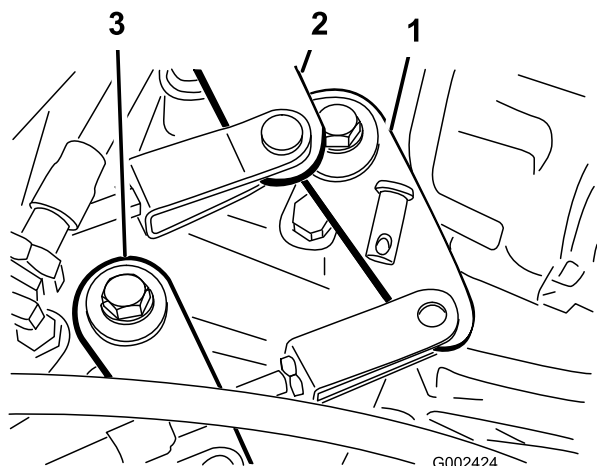

図 55
2. シフト・ケーブルをトランスアクスルのシフト・アームに固定しているクレビス・ピンを取る (図 55)。
1. ハイ・ロー・ケーブルをトランスアクスルに固定しているクレビス・ピンを取る (図 55)。